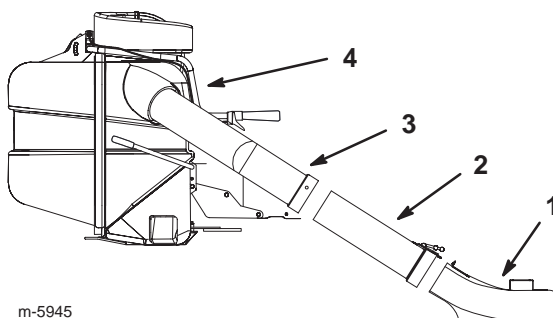

Figure 15
6. Enfoncez le tube central sur la gaine et verrouillez-les ensemble (Fig. 15).
7. Montez le tube supérieur sur le bac à herbe et le tube central (Fig. 15).
12. Montez les tubes central et supérieur sur la gaine et le bac à herbe (Fig. 15).